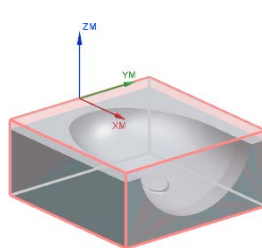

图 13.4 毛坯几何体
Step3. 单击“毛坯几何体”对话框中的 **确定** 按钮, 系统返回到“工件”对话框, 完成图 13.4 所示毛坯几何体的创建。